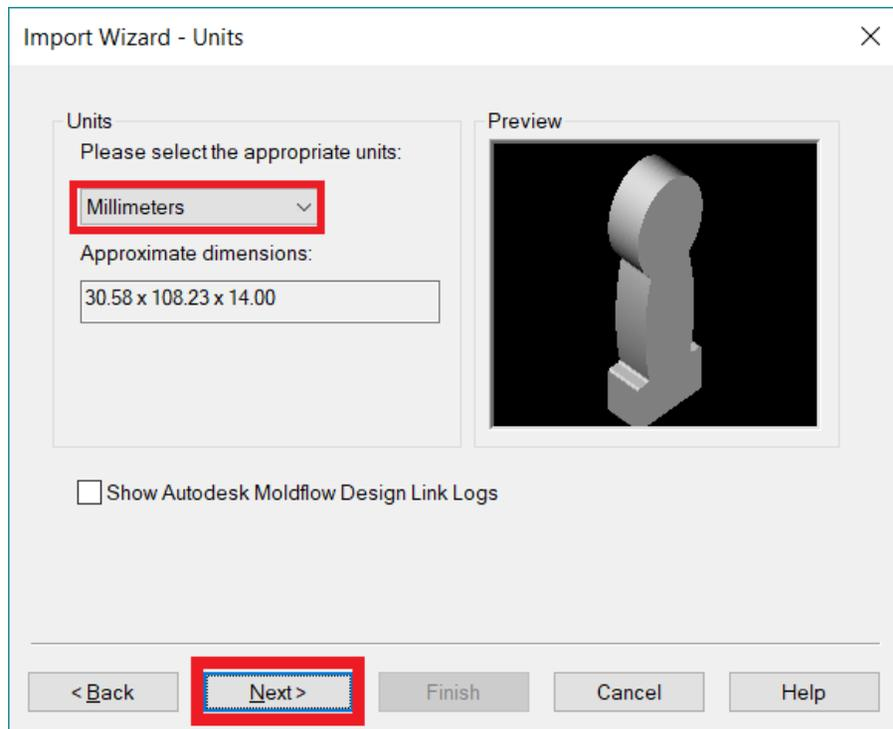

Figura 6.6 Selección de unidades.
- En la siguiente pestaña (**Import Wizard-Units**),_asegurarse que las unidades se encuentren en mm (Figura 6.6).